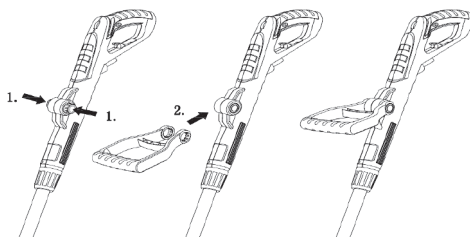

Fig. 2
1. Montaggio dell'impugnatura ausiliaria e regolazione dell'angolazione. Fare riferimento alla Fig.2
- A. Premere i pulsanti di regolazione (6). (passo 1)
- B. Inserire l'impugnatura ausiliaria (9) nell'impugnatura principale (8), quindi rilasciare i pulsanti di regolazione (6). (passo 2)
- C. Premere i pulsanti di regolazione (6) per regolare l'angolo dell'impugnatura ausiliaria nella posizione preferita.